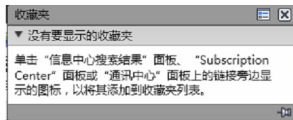

图 1-9 【收藏夹】面板
(4) 单击【收藏夹】按钮，弹出如图 1-9 所示【收藏夹】面板，可以按照面板提示操作，将相应信息添加到收藏夹。